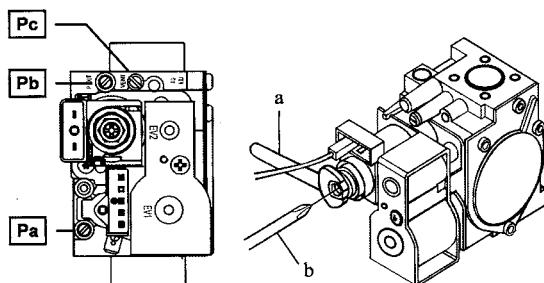
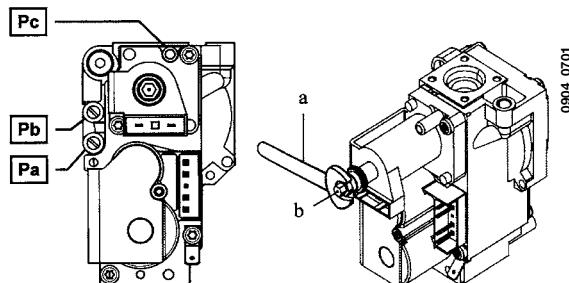

Рис. 12
Рис. 13
Процедура калібрування регулятора тиску залежить від типу встановленого газового клапана (HONEYWELL або SIT, див. рис. 12 та рис. 13).
- Підключити позитивний вхід диференціального манометра до штуцера Pb газового клапана (рис. 12 та рис. 13). Підключити (тільки для моделей із закритою камерою згоряння) негативний вхід манометра через трійникове відведення для того, щоб з'єднати компенсаційний вихід котла, компенсаційний вихід газового клапана Pc і манометр. (Аналогічні вимірювання можуть бути зроблені при підключені манометра до штуцера Pb після зняття передньої панелі закритої камери згоряння); При вимірюванні тиску іншим чином, ви можете отримати інший результат, через те, що розрідження, яке створюється в закритій камері згоряння вентилятором не буде враховуватися.
- При необхідності зняти кришку модулятора і повернути латунний гвинт (a) (рис. 12, рис. 13) до досягнення тиску, вказаного в таблиці 1 для відповідної моделі котла і відповідного типу газу.
- Переконатися, що тиск газу на вході газового клапана (штуцер Pa) (рис. 12, рис. 13) відповідає нормі (37 мбар для пропану G31 і 20 мбар для метану G20);
- Від'єднати провід живлення модулятора. Котел переїде в режим мінімальної потужності. Перевірити тиск газу на пальнику згідно з таблицею 1 для відповідної моделі котла та відповідного типу газу. При необхідності зняти кришку модулятора і повернути гвинт (b) (рис. 12, рис. 13) до досягнення тиску, вказаного в таблиці 1 для відповідної моделі котла та відповідного типу газу.